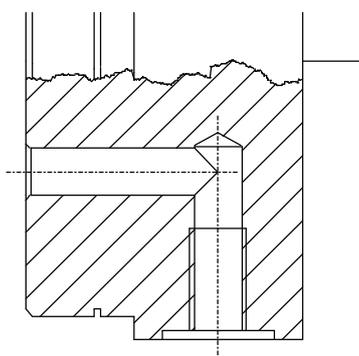

Abbildung 4.19: Endbild des Ausbruches
12. Erstellung der Schraffur (Abbildung 4.19):
13. Mittellinienerstellung (Abbildung 4.19):